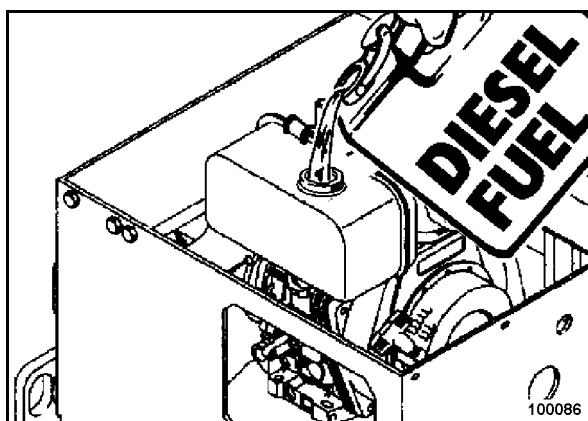

Fig. 47
- Limpiar el entorno de la boca de llenado (Fig. 47).